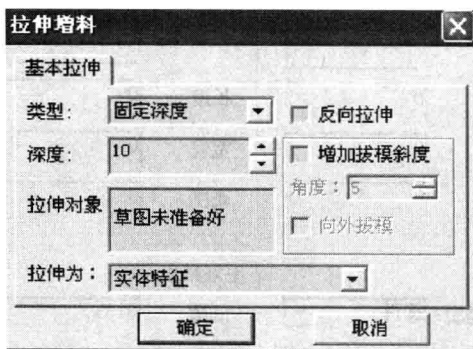

图 1—24 “拉伸增料”对话框
- 2) 在特征树中单击“草图 0”，将“拉伸增料”对话框中的“深度”修改为“10”，单击“确定”按钮，按 F8 键，结果如图 1—25 所示。